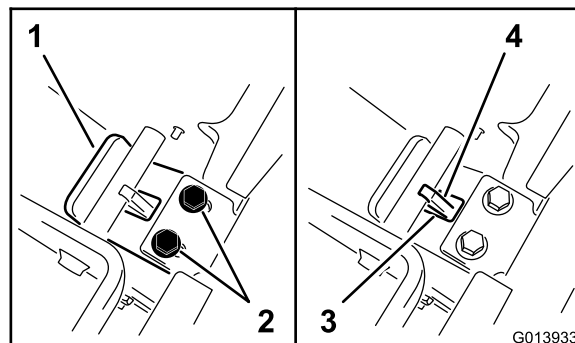

Figure 10
5. Tout en maintenant la pression sur la plaque d'appui, faites glisser la languette vers vous jusqu'à ce que son rebord entre en contact avec la barre transversale (Figure 10).